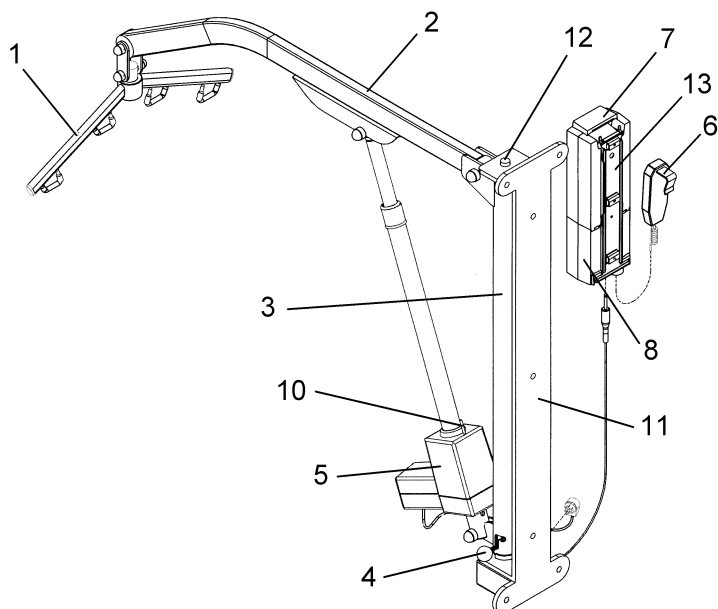

Abb. 2 Gesamtübersicht, Rückansicht
- Ziehen Sie den Stift am Spindelmotor (**Abb. 2, Pos. 10**) an der Öse und halten Sie ihn gezogen. Der Motor senkt sich langsam ab.